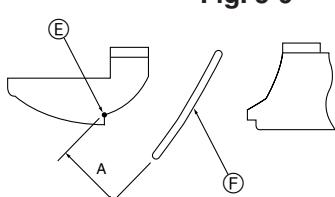

Fig. 5-10
- Per regolare la direzione del flusso d'aria, spostare lentamente le alette ascendenti/descendenti entro la gamma specificata. (Fig. 5-10)